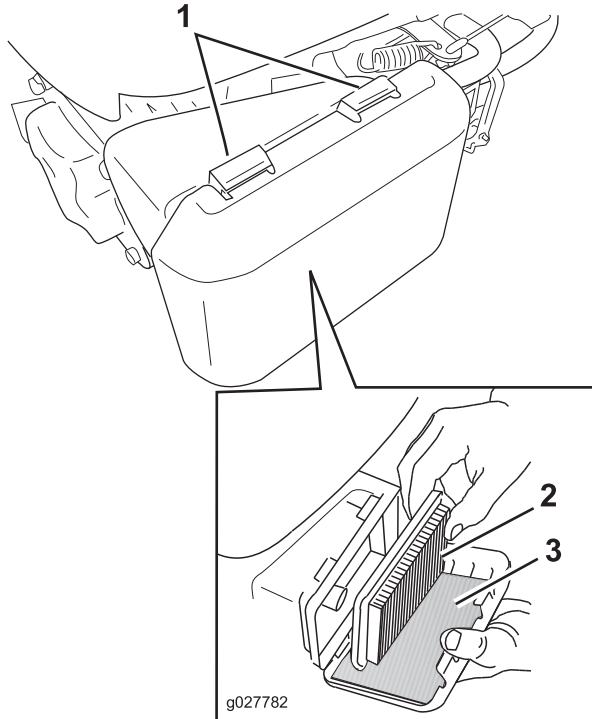

Figura 21
1. Presione hacia abajo los cierres de la parte superior de la tapa del limpiador de aire (Figura 21).
3. Retire el filtro de aire de papel y el pre-filtro de gomaespuma (Figura 21).